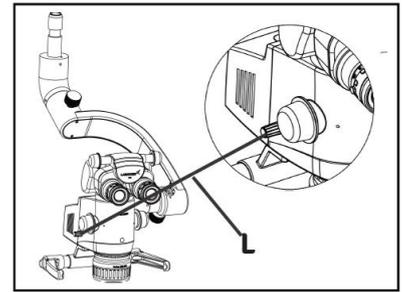

Abb. 47
Siehe Abb. 47 (L). Der Filterwechselhebel befindet sich auf der linken Seite des Magnichanger-Gehäuses. Verwenden Sie den Hebel, indem Sie ihn herausziehen, um den Filter zu wechseln, und ihn zurück zum Hauptlicht drücken.